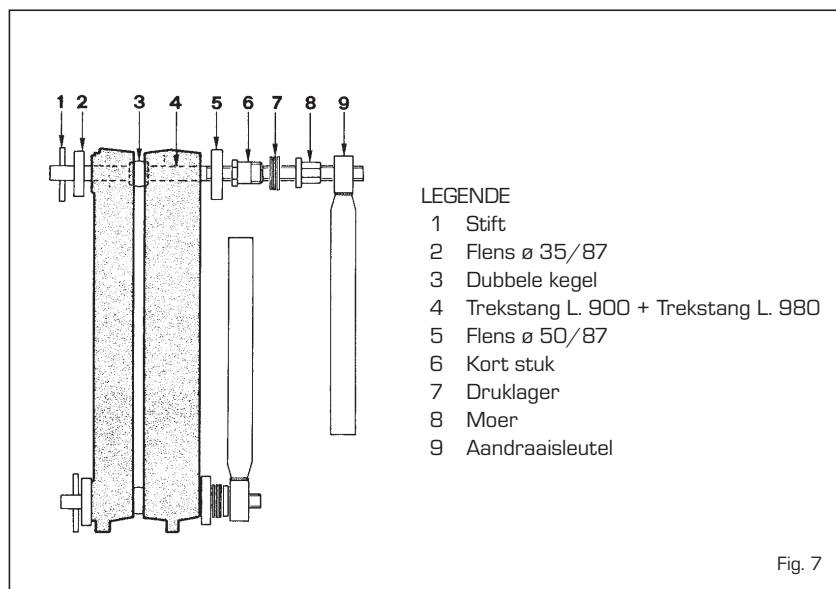

Fig. 7
- assembleer de elementen met behulp van een speciale uitrusting die uit een set trekstangen bestaat die met de betreffende toebehoren art. 6050900 samengebouwd zijn (fig. 7), oefen gelijktijdig druk op de bovenste als op de onderste naaf uit. Als tijdens deze handelingen de beide elementen niet gelijkmatig en evenwijdig aan elkaar naar voren gaan, moet u de beitel tussen het meest strak aangedraaide gedeelte doen en forceren zodat de beide onderdelen die verbonden moeten worden evenwijdig aan elkaar zijn. Als de buitenste randen van de ele-